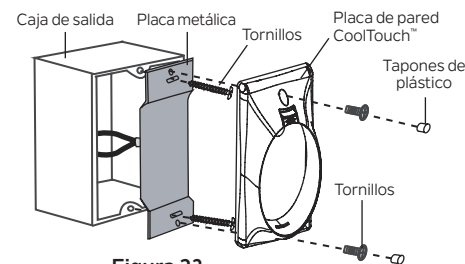

Figura 23
**Paso 2.** Instale la placa de metal y la placa de pared CoolTouch™ en la caja de salida existente en la pared con los 4 tornillos provistos. Introduzca los dos tapones de plástico en la placa de pared. (Figura 23)